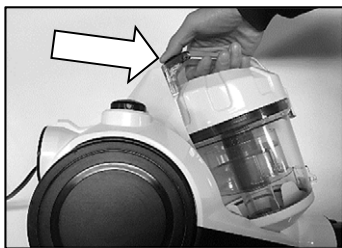

Fig 8
1. Ca în Fig.8, țineți recipientul de praf și mânerul și apăsați butonul de eliberare.